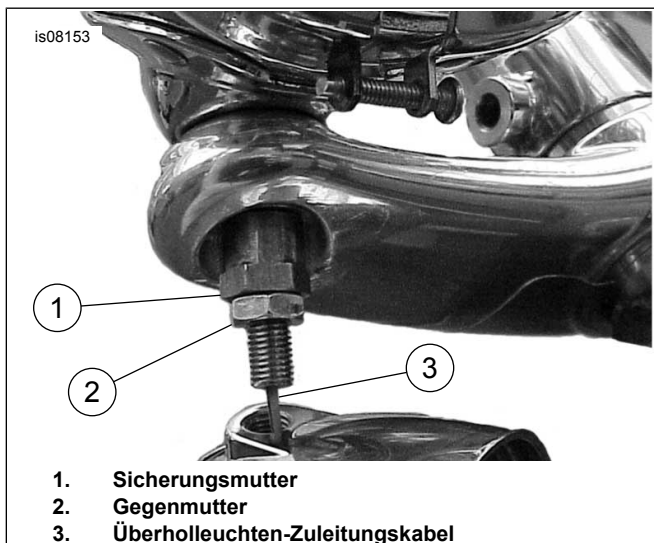

Abbildung 9. Einbau von Sicherungsmutter und Gegenmutter.
7. Siehe Abbildung 9. Das Überholleuchten-Zuleitungskabel durch die neue Sicherungsmutter führen und die neue Sicherungsmutter (Teile-Nr. 68323-01) in den Überholleuchtengewinden einbauen. Die Sicherungsmutter anziehen, bis sie fest anliegt.